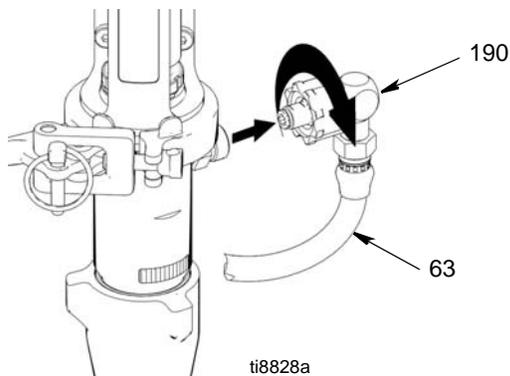

FIG. 14
4. (Fig. 14) Retire o encaixe do tubo flexível de pintura (190) e o tubo flexível de pintura (63) do encaixe da bomba.